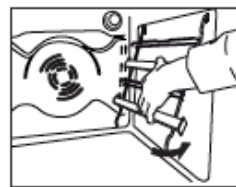

Рис. 4
4. Уставте бічні утримуючі решітки в камеру (рис. 4).